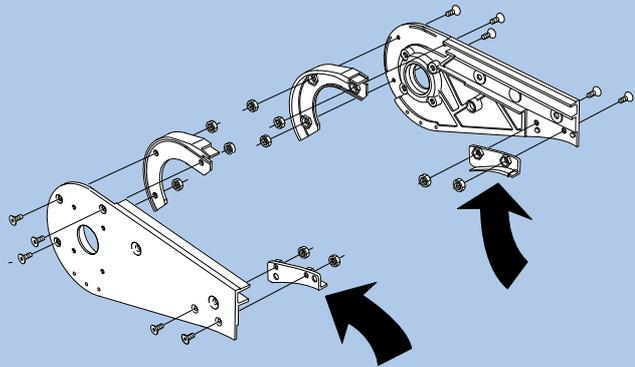

Abbildung 1. Austauschbare Kettenführungen
- Lose Austausch-Führungen aus Kunststoff (Abbildung 1).